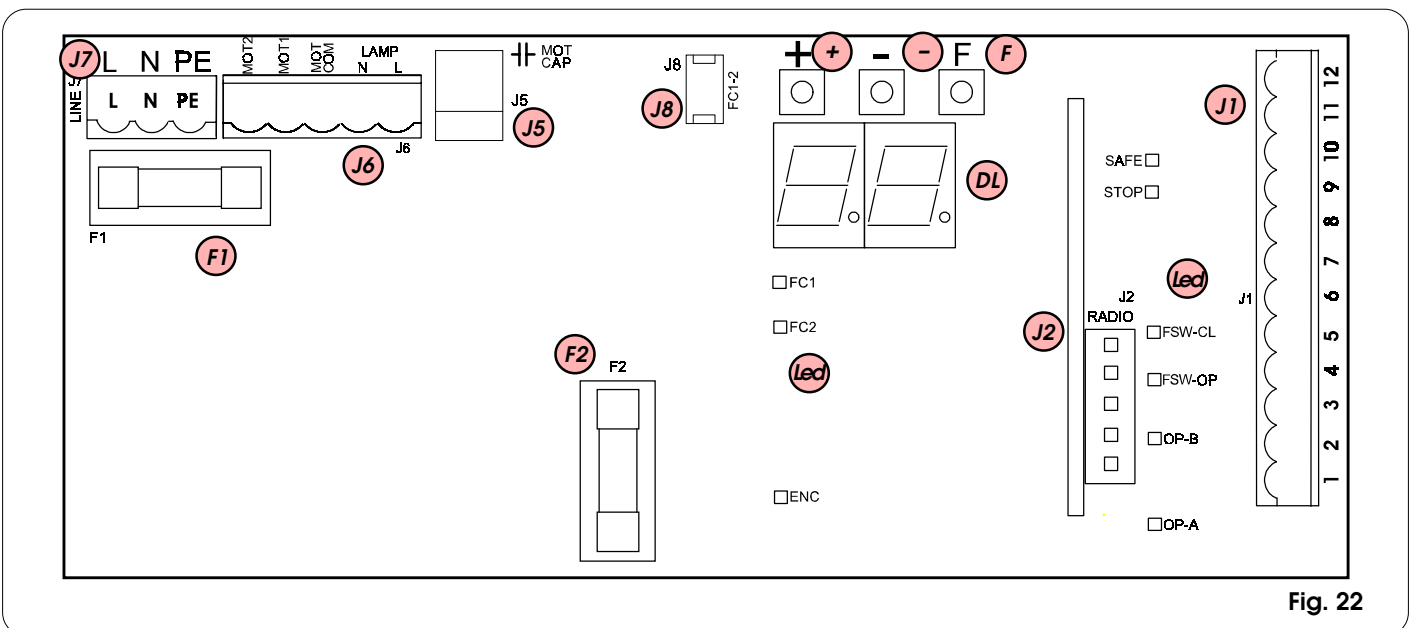

Fig. 22
- Conecte el cable de tierra al correspondiente borne situado en el conector J7 de la tarjeta y al casquillo sobre el operador (fig. 22 y 39).
Fusibles de protección	Nº 2 (véase fig. 22 y pár. 5.3)